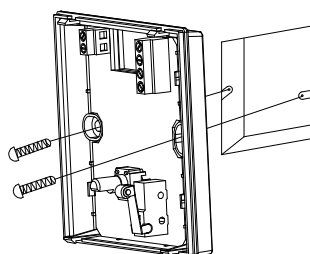

Bild 2
- Den Sockel des Reglers auf eine Unterputzdose schrauben (Bild 2) und die Kabel laut Anschlussplan auflegen.